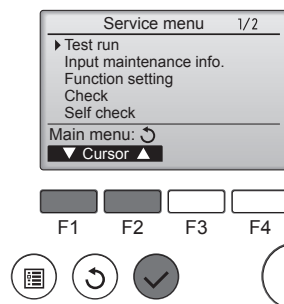

Fig. 8-1
- 1 Velg "Testkjøring" fra Service-menyen, og trykk på [VELG]-knappen. (Fig. 8-1)